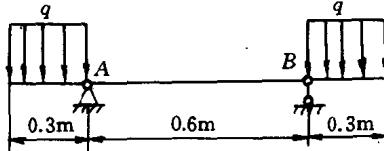

图 1-24
30. 一外伸梁如图 1-24 所示。两端外伸部分都承受均布负荷  $q=2.5 \text{ (kN/m)}$ , 梁为矩形截面, 宽度  $b=16 \text{ (mm)}$ , 高度  $h=24 \text{ (mm)}$ , 许用弯曲应力  $[\sigma]=80 \text{ (MPa)}$ , 试校核梁内最大正应力。